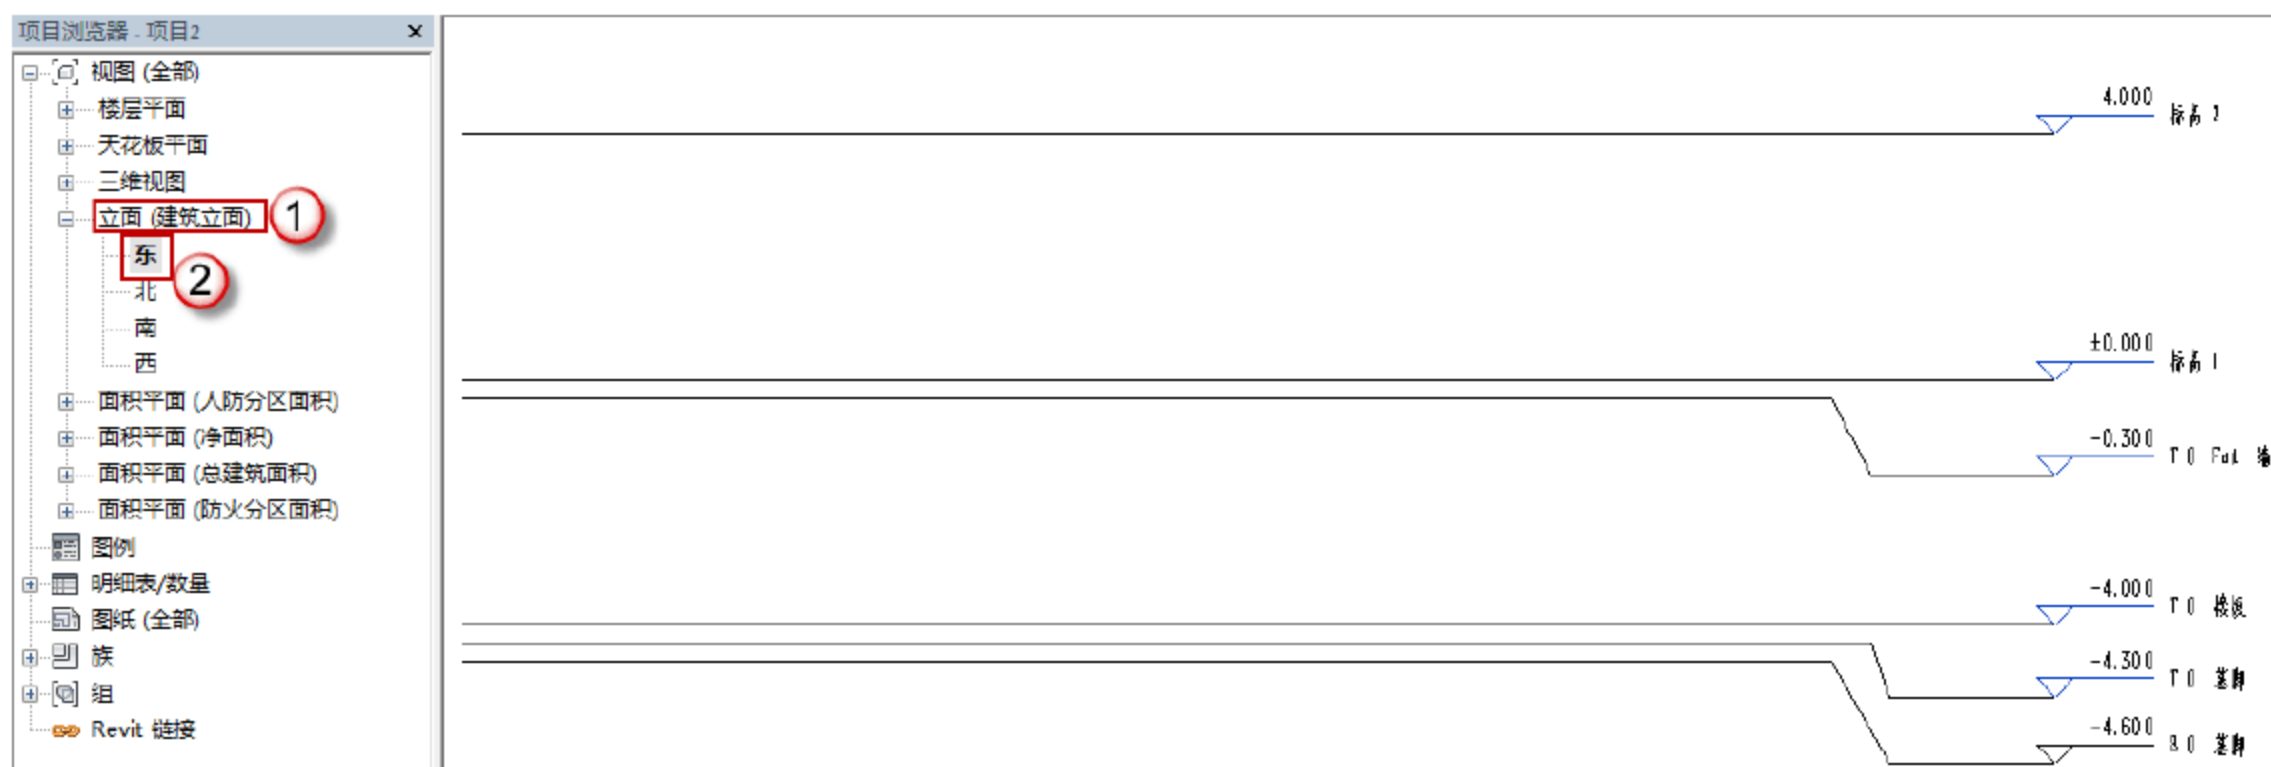

图 1.2.14 系统自带的标高
(1) 选择项目浏览器中的“立面（建筑立面）”→“东”命令，可以观察到系统自带的一些标高，如图 1.2.14 所示。注意，标高只能在立面视图中创建与编辑。